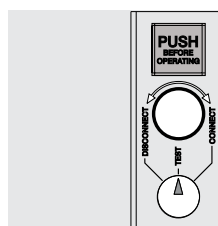

Abbildung 65
- Leistungsschalter in Prüfstellung (siehe Abbildung 65).